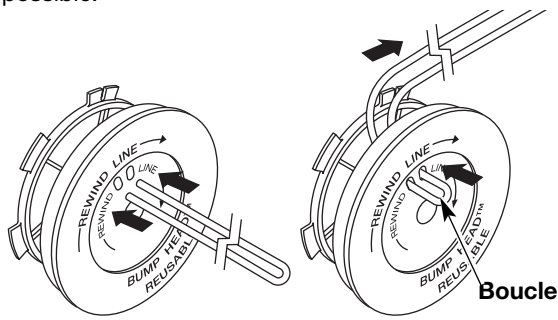

Fig. 17
6. Découpez environ 5 m (16 pi) de fil neuf et faites-en deux boucles de longueurs égales. Insérez chaque extrémité de fil dans l'un des deux trous du moulinet (Fig. 17). Tirez le fil à travers le moulinet pour que la boucle soit le plus petit possible.